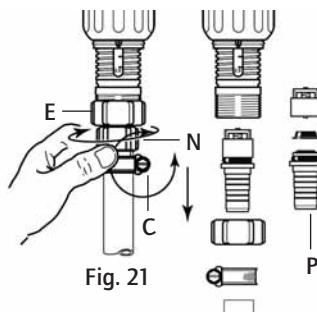

Fig. 21
- Para el tubo de aspiración diam 20 (opción V), destornillar con un destornillador el collar (Fig. 21-C) montado en el tubo de aspiración.